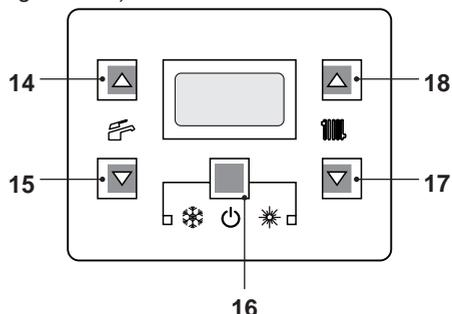
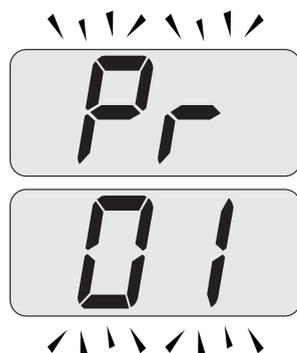
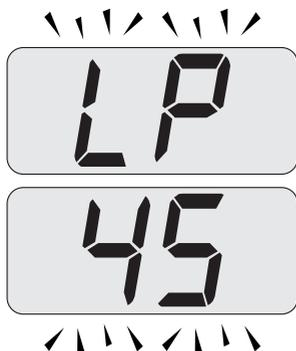
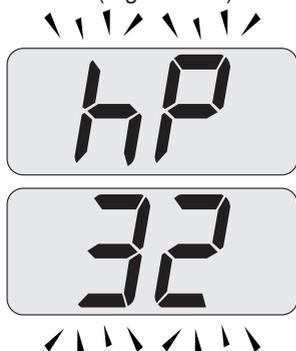

Figura 9.20
Figura 9.21
Figura 9.22
Figura 9.23
- Entrare in "modalità programmazione" premendo contemporaneamente per 10 secondi i tasti 16 - 17 - 18 (Figura 9.20) fino a far apparire sul display LCD le lettere **Pr** che si alternano con il codice **01**, indicanti l'entrata nel "parametro 01" (Figura 9.21).
- Premere contemporaneamente i tasti 17 e 18 (Figura 9.20) fino a far apparire sul display LCD le lettere **LP** che si alternano con il valore di temperatura dell'acqua di riscaldamento (es. **45**), indicanti l'entrata nell'attivazione della "funzione spazzacamino" alla potenza minima in sanitario (Figura 9.22).
- Premendo il tasto 18 (Figura 9.20) è possibile variare la potenza in modalità spazzacamino: con visualizzazione sul display LCD delle lettere **hP** che si alternano con il valore di temperatura dell'acqua di riscaldamento (es.32), siamo in "funzione spazzacamino" alla potenza minima in riscaldamento (Figura 9.23).
- Ripremendo contemporaneamente per 10 secondi i tasti 16 - 17 - 18 (Figura 9.20) si esce dalla "modalità spazzacamino" e si ritorna allo stato di caldaia precedentemente impostato (Figura 9.26).